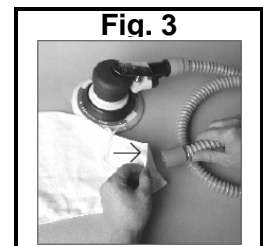

Fig. 3
6. Montez le sac à poussière sur le tuyau à poussière à l'aide du cordon de fixation. (fig.3)
6. Ponga la bolsa de polvo en el tubo de polvo apretando la cuerda alrededor del extremo del tubo (Fig.3).